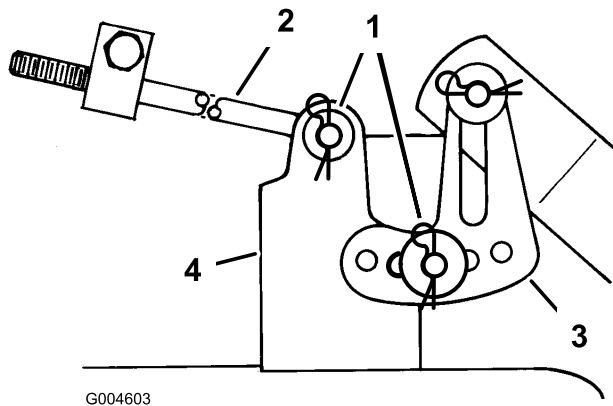

Figura 39
15. Retire el pasador y la arandela de la parte superior del soporte de nivelación del cortacésped (Figura 39).
17. Retire el pasador y la arandela del extremo de la varilla larga (Figura 39). Retire la varilla del soporte del cortacésped. Repita este paso en el otro lado del cortacésped.
13. Deslice el extremo de la varilla larga a través del agujero del soporte del cortacésped (Figura 39).
15. Monte el soporte de nivelación con ranuras del cortacésped sobre el perno del brazo de ajuste de la altura de corte (Figura 39).